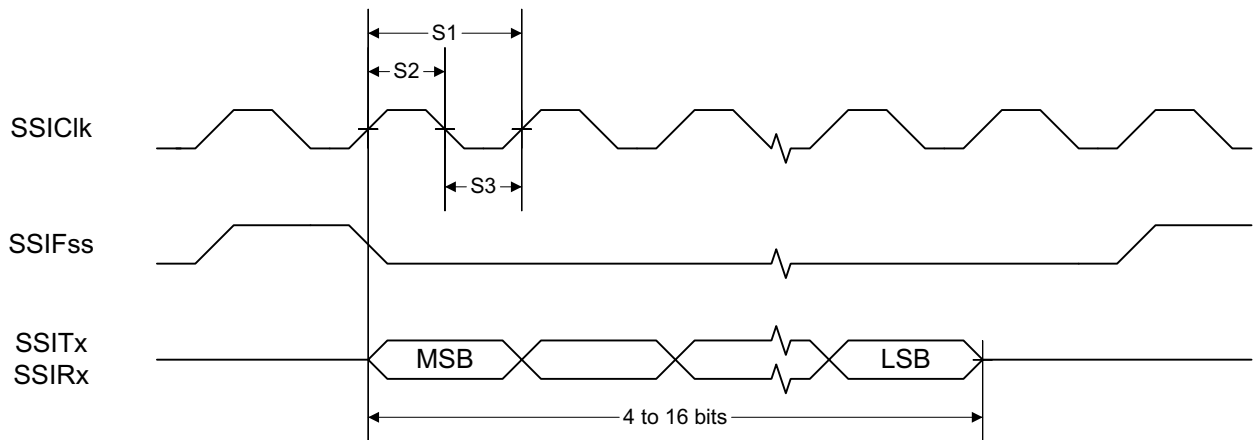
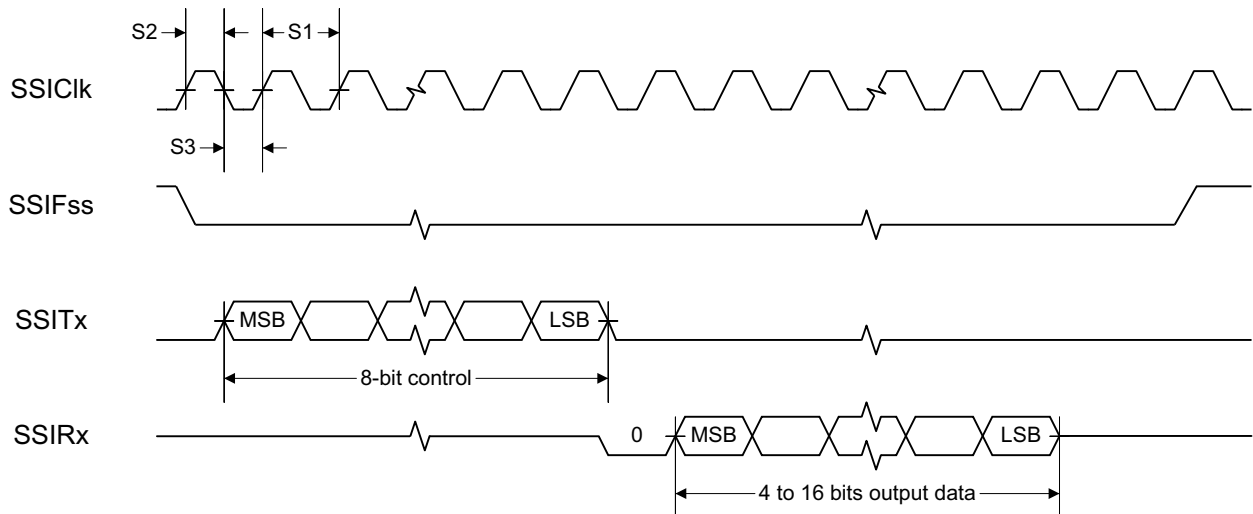
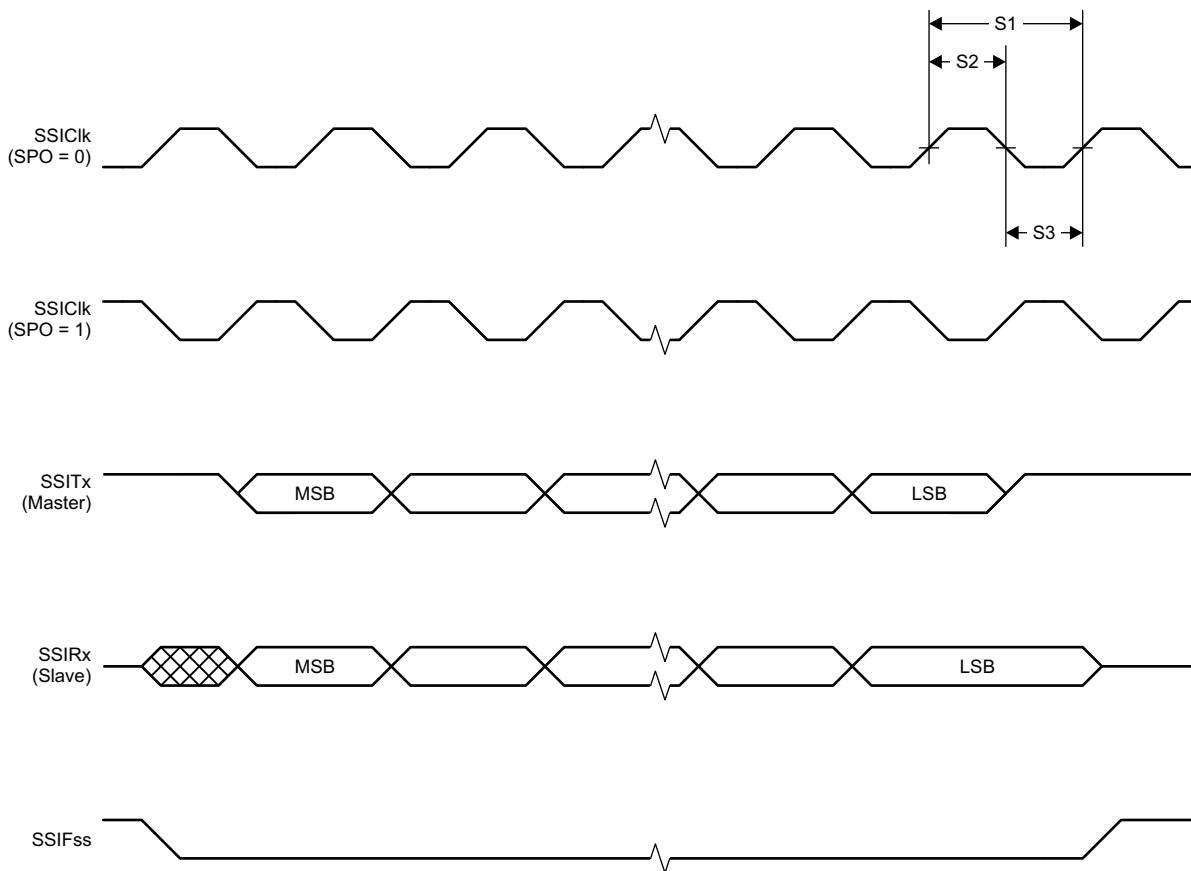

图 7-1. TI 帧格式 (FRF = 01) 的 SSI 时序，单次传输时序测量
图 7-2. MICROWIRE 帧格式 (FRF = 10) 的 SSI 时序，单次传输
图 7-3. SPI 帧格式 (FRF = 00) 的 SSI 时序, SPH = 1
- (1) 请参阅 SSI 计时示意图：图 7-1、图 7-2 和 图 7-3。
(2) 使用 TI 提供的电源驱动程序时，SSI 系统时钟始终为 48MHz。